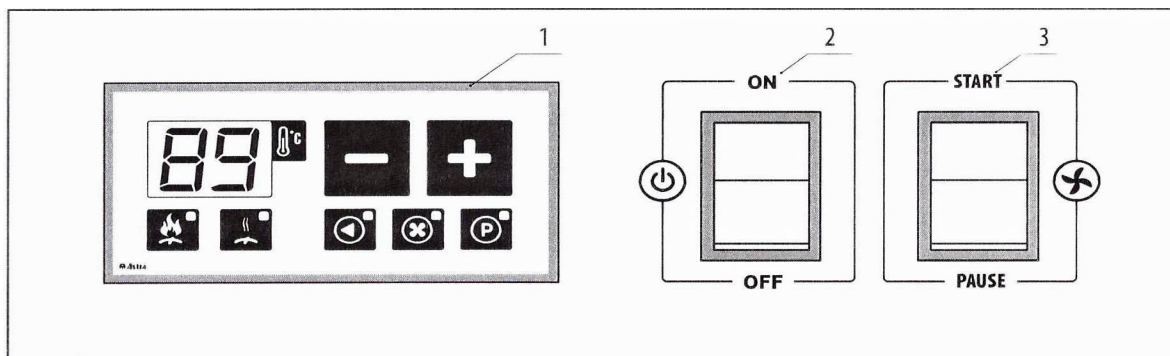
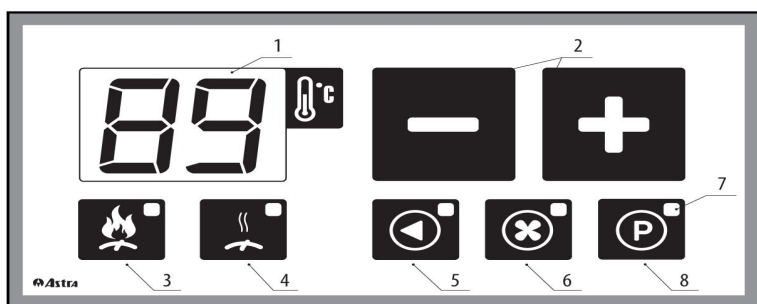
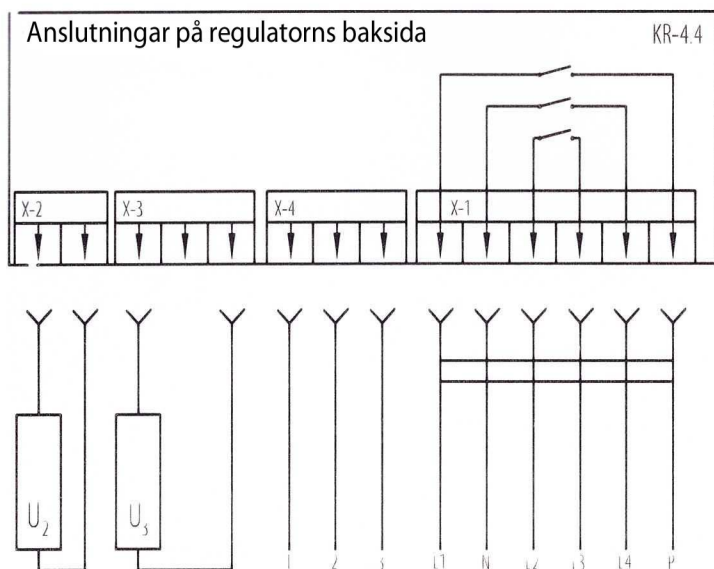

Fig. 9 Främre kontrollpanel
Fig. 11 Frontpanel av regulator KR-4.4
Fig. 12 Regulatorns kopplingsschema
Om pannan blivit för varm, (mer än 95 *C), och termosäkringen löst ut, lyser indikatorn 4: "Förbränning avslutad" (Bild 11). **I det här fallet är det nödvändigt att ta reda på orsakerna till problemet och ta bort dem.** Om detta inte görs är risk för allvarliga skador på pannans utrustning samt risk för människors hälsa och liv. Om användaren inte kan lokalisera och åtgärda orsaken till utlösning av termosäkringen, så måste en mer kvalificerad serviceman tillkallas. Efter pannan svalnat, kan termosäkringen återställas till sitt normala driftläge. För att göra detta, skruva loss locket och tryck på den röda knappen. Den elektriska säkringen är avsedd att skydda den elektriska kretsen i fall strömmen i elsystemet överstiger 2 A. Om säkringen är skadad, tänds ej den gröna brytaren i läge ON, och övriga indikeringslampor tänds inte. I det här fallet, ta bort och byt ut säkringen. Den bakre kontrollpanelen på pannan är jordad.
Den digitala temperaturindikatorn 1 (Fig. 11) visar både den uppmätta och den inställda temperaturen på vattnet i pannan. Börvärdestemperaturen justeras med knapparna 2. Efter en kort tryckning på "+" eller "-" börjar den digitala indikatorn 1, visa börvärdestemperaturen för pannvattnet. För att ändra det, måste lämplig knapp tryckas: "+" för att öka och "-" för att minska temperaturen. Efter några sekunder efter den sista knapptryckningen är börvärdestemperaturen sparad och indikatorn återgår till att visa ärvärdestemperaturen på pannvattnet.
Lysdiod 3 "Förbränning pågår" anger aktiv status av pannan. Denna lyser grönt när eldningsprogrammet startas med knappen 3 (Fig. 9) på den främre kontrollpanelen.
Fläkten kan vara i driftläge endast när lysdioden 3 (Fig 11) är tänd.
Pannregulatorn är ansluten till pannan i enlighet med det schema som visas i Fig. 12. Strömförsörjningen L2, som kommer från den främre kontrollpanelen och överförs till regulatoren, slås på när omkopplarna 2 och 3 (Fig. 9) är i läge ON resp. START och termosäkringen inte har löst ut. Den impuls som reglerar fläkthastigheten ansluter periodiskt L2 till L3. När pannan växlar till status "förbränning avslutad", levererar L3 inte ström till fläkten och lysdiod 4 (Bild 11) tänds. För att återgå till läget "förbränning pågår", ska strömförsörjningen L2 avbrytas genom att trycka (START/PAUSE)-fläktbrytaren 3 (Fig. 9). Laddomatpumpens relä kopplar L4 till L1. Den programmerbara kanalens relä kopplar P till L1.
Slå på spänningen, med grön knapp 2 på den främre kontrollpanelen. Då tänds displayen på den elektroniska regulatören (Fig. 9). Ställ in max. arbetstemperatur på pannvatten med hjälp av knapparna för temperaturinställning, vi rekommenderar en temperatur på 80-90 ° C eftersom Laddomat 21's termiska ventil öppnar vid 72 °C – och man får då en bra funktion mellan panna och Laddomat 21.
Starta eldningsprogrammet genom att trycka in den röda brytaren 3 på kontrollpanelen mot START (Fig. 9). Stäng den nedre luckan. Kontrollera på røkgastermometern att temperaturen stiger till normal temperatur.
När förbränningen fortfarande pågår, och regulatorns lysdiod 3 " förbränning pågår " (Fig 11) lyser grönt:
- Tryck eldningsprogramomkopplaren 3 mot "PAUS" (Fig. 9). Symbolen " L " blinkar på displayen, vilket indikerar att programmet har pausats. Fläkten stoppas automatiskt.
3 . När veden har lagts in, återuppta driften genom att trycka eldningsprogramomkopplaren 3 mot "START" (Fig. 9)..
När förbränningen hunnit så långt att regulatorns lysdiod 4 " förbränning avslutad " (Fig. 11) blinkar rött:
2. Stäng av och slå igen till grön strömbrytare 2 (Fig. 9).